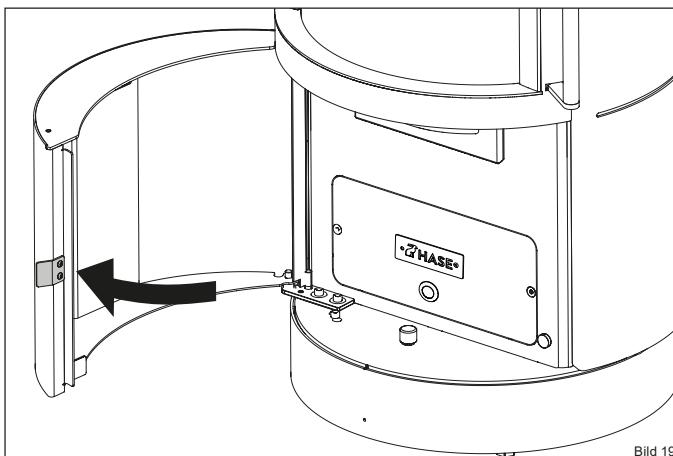

Bild 19
- Öffnen Sie die Bedienungstür (Bild 19).